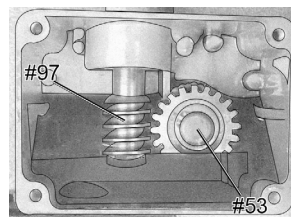

Fig. 31
3. Enlevez l'huile usagée de l'intérieur de la boîte d'engrenages et remplacez-la par une huile pour engrenages présentant un poids de 140. La nouvelle huile devrait atteindre le rebord de la boîte d'engrenages. Ne remplissez pas à l'excès (fig. 31).